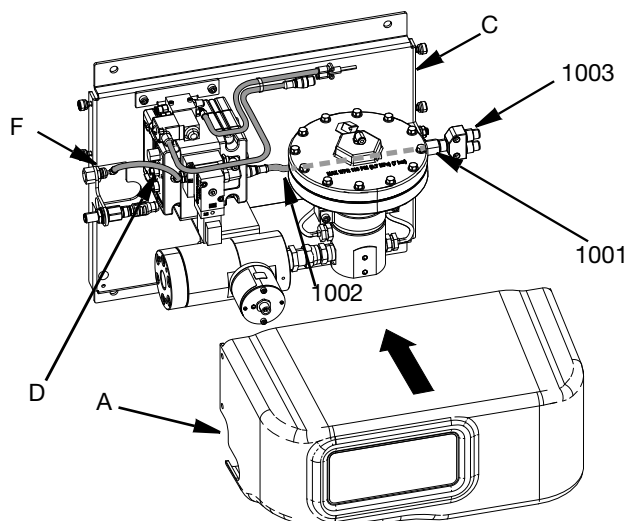

FIG. 9
- Inserte la línea de aire del regulador (D) en el accesorio de conexión acodado del aire de entrada (F).
- Ponga el conector pasante M12 (1001) en la placa de montaje de fluido (C) de la unidad PCF.
- Vuelva a poner la cubierta de PCF (A). Consulte la FIG. 9.